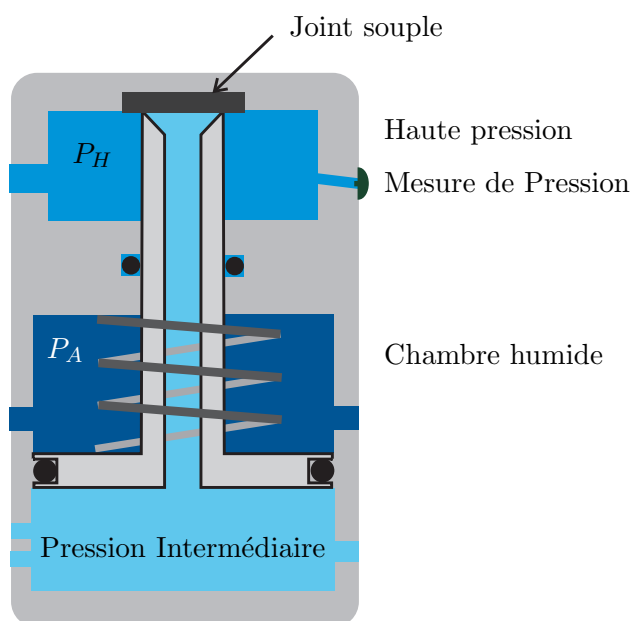
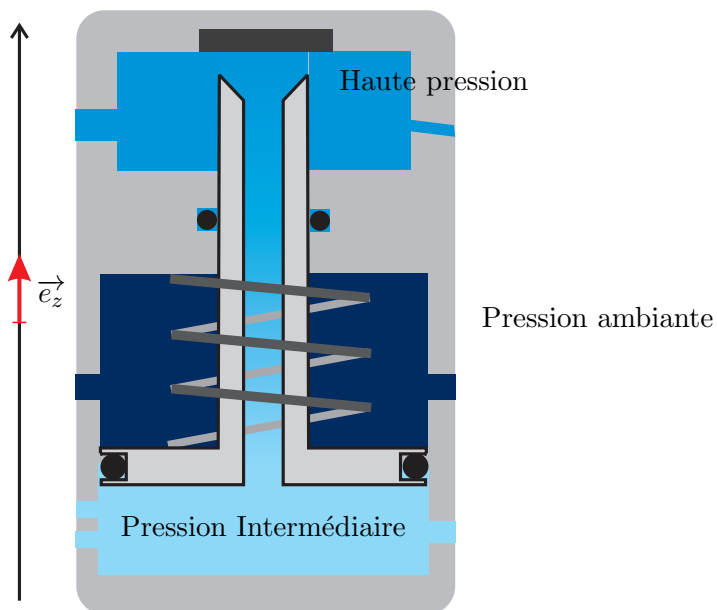
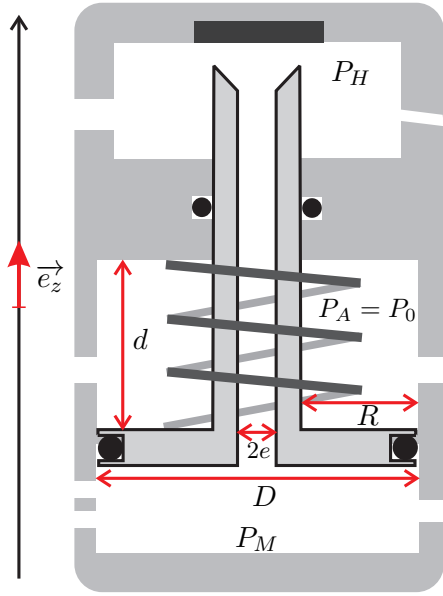

Figure 7 – Premier étage d'un détendeur
Figure 8 – Premier étage d'un détendeur - Position ouverte
Figure 9 – Premier étage d'un détendeur à l'air libre
Suivant la position du piston, l'air peut circuler ou non du compartiment haute pression vers le compartiment pression intermédiaire. La figure 7 représente le détendeur à l'équilibre : le piston est en position haute et l'air ne circule pas. Sur la figure 8, le détendeur est représenté en position ouverte. L'air à haute pression passe alors du compartiment haute pression au compartiment à la pression intermédiaire.
Lorsque cet étage est placé à l'air libre et que toutes les pressions (P_A , P_H et P_M) sont égales à la pression atmosphérique P_0 , le clapet reste ouvert (voir figure 9). La chambre humide est à symétrie cylindrique et est caractérisée par sa couronne d'épaisseur R , et sa hauteur d . On travaille dans une base cartésienne où l'axe vertical est ascendant et est représenté par son vecteur unitaire $\vec{e}_z$ (voir figure 8).
17. Lorsque le clapet est fermé, le joint souple interdit une circulation d'air du compartiment haute pression à l'étage intermédiaire (voir figure 7). Le piston est alors soumis à une force supplémentaire notée $\vec{R}$ représentant l'action du joint sur le piston et dirigée vers le bas. Lorsque le clapet est fermé, cette force est non nulle. Montrer que lorsque le clapet est fermé, la pression intermédiaire vérifie la relation suivante :